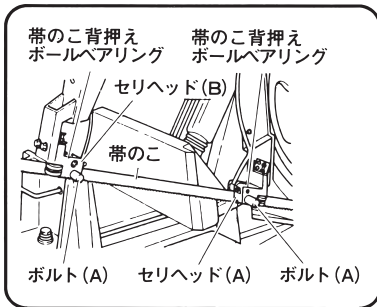

図 23
(3) セリヘッド(A)、(B)部のボルト(A)を反時計方向に4～5回転ゆるめます。(図23)
(6) 帯のこを手でねじりながらセリヘッド(A)およびセリヘッド(B)の帯のこ背押えボールベアリングに突当たるまで挿入します。(図23)